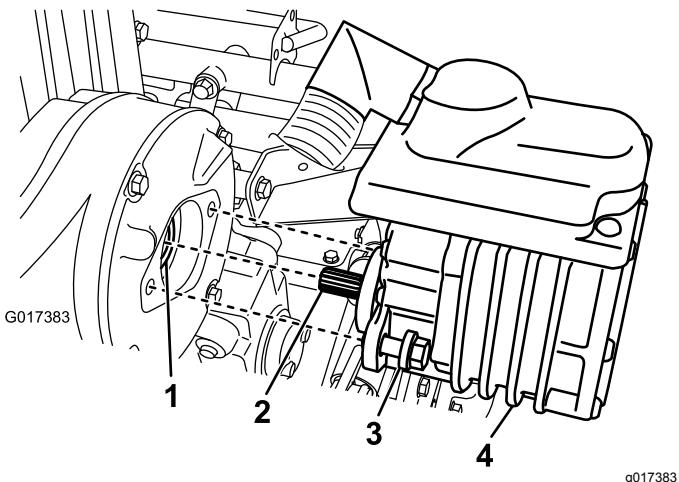

Figura 40
2. Rimuovete i 2 bulloni che fissano il motore alla scatola di trasmissione (Figura 40).
4. Aggiungete da uno a due pompe di grasso con l'apposita pistola all'accoppiatore femmina nella scatola di trasmissione (Figura 40).